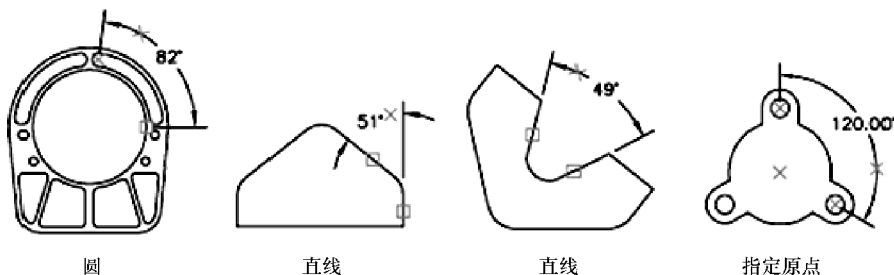

图 8-21 标注圆和圆弧
- 标注圆和圆弧: 如果使用圆弧、圆或三点指定一个角度,程序将在尺寸界线之间绘制尺寸线圆弧,从角的端点到尺寸线圆弧的交点绘制尺寸界线。如图 8-21 所示。